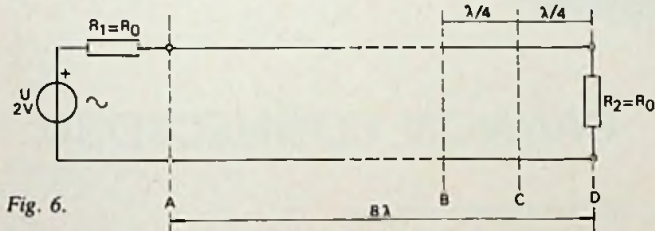

Fig. 6.
9. Een verliesvrije „lange” leiding met golfweerstand R_0 (zie fig. 6) heeft een lengte 8λ . Hierbij is λ gelijk aan de golflengte van de lopende golven op de leiding.